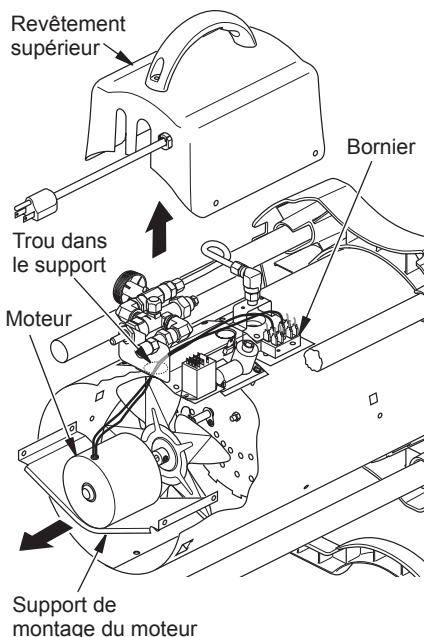

Figure 7 - Retrait du ventilateur et du moteur
19. Acheminez les fils du moteur à travers l'orifice sur le dessus de l'habillage (voir figure 7, page 10).
20. Rebranchez les fils du moteur aux mêmes bornes sur le bornier que lors du démontage à l'étape 3, page 10 (voir figure 7, page 10).